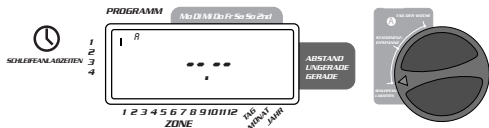

ABBILDUNG 5: LCD Anzeige mit Startzeit
- Alle Startzeiten werden für beide Programme auf die gleiche Art eingestellt. Die Wählscheibe auf die **STARTZEITEN-EINSTELLUNG**-Position im gewünschten Programm drehen. Die Anzeige zeigt ein A oder B, je wie es gewählt wurde. Die Anzeige zeigt --:-- und einen blinkenden Cursor an der **START 1** Position. [Siehe Abbildung 5]